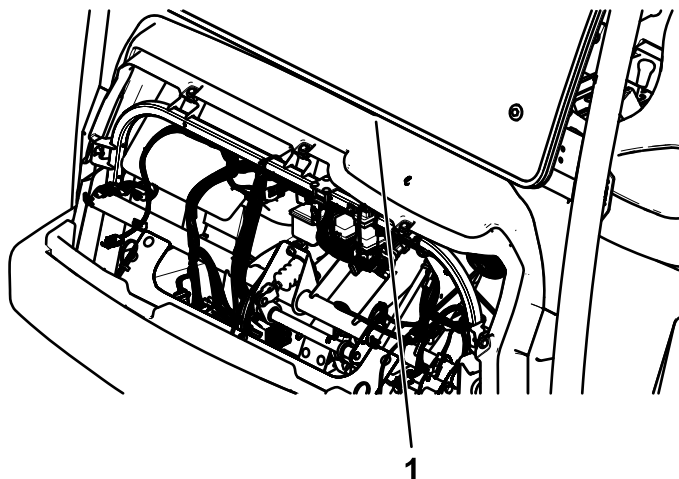

図 38
4. ストッププレートがダッシュを上に押し付けるようにタップボルト 1/2 x 4" で調節してダッシュとキャブの間のすきまをなくす 図 38。